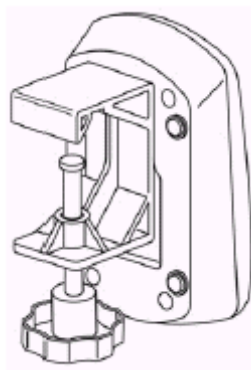

Рис. 11. Вертикальная фиксация управляющего модуля.
3. Для закрепления управляющего модуля на стойке для внутривенных инфузий или полозьях кровати используйте универсальный фиксатор (рис. 11 и 12).